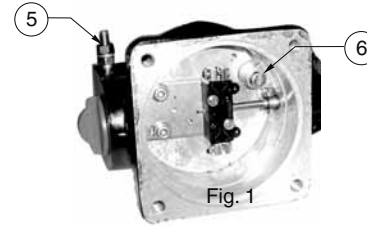

Fig. 1
Pozostawić wystarczająco dużo luzu pomiędzy wlotem kabla a stykami, aby uniknąć nadmiernego napięcia przewodów. Złożyć dławik kablowy i ciasną elastomerową uszczelkę dociskową, aby dokładnie dopasowała się wokół kabla. Zamontować ponownie pokrywę (2) i jej uszczelkę (4), dokręcając 4 śruby (3) z odpowiednim momentem obrotowym [4 Nm]. Przełącznik jest wyposażony w zacisk wewnętrzny i zewnętrzny do podłączenia przewodu uzziemienia (5) i (6) (rys. 1). Dławik kablowy z atestem **ATEX-IECEx** i zaciskiem może być dostarczony w przypadku: